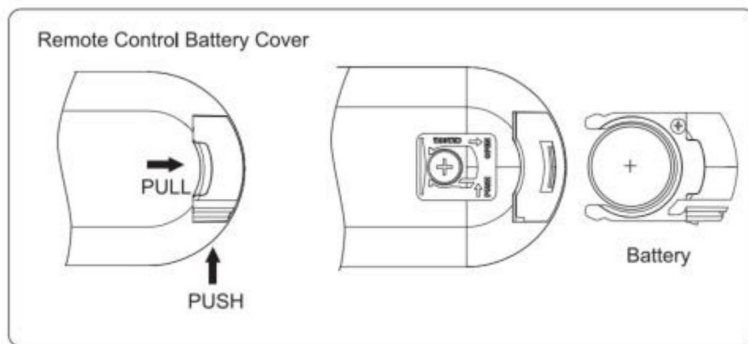

Fig.6
1. Wyjmij kartę w kierunku wskazanym strzałką, aby włączyć urządzenie. zdalne sterowanie. (Rys.6)